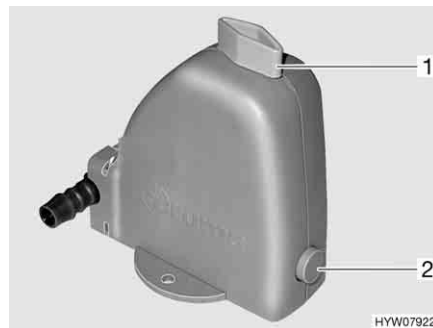

Fig. 196 Válvula de seguridad/purga de la caldera
La caldera está equipada con una válvula de seguridad/purga (Fig. 196). La válvula de seguridad/purga evita que el agua de la caldera se congele cuando no esté conectada la calefacción en caso de helada.
- Cerrar la válvula de seguridad/purga. Para ello, girar el botón giratorio (Fig. 196,1) a la posición transversal en referencia a la válvula de seguridad/purga y hundir el botón (Fig. 196,2).
- Abrir la válvula de seguridad/purga. Para ello, girar el botón giratorio (Fig. 196,1) a la posición longitudinal en referencia a la válvula de seguridad/purga. El botón (Fig. 196,2) salta hacia fuera. La caldera se vacía hacia fuera a través de la válvula de seguridad/purga.